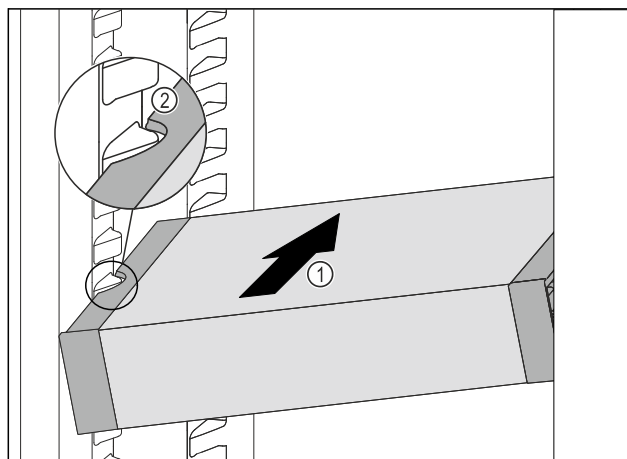

Fig. 102
- ▶ Inserire VarioSafe ad angolo nel vano frigorifero Fig. 102 (1), fino a quando le cavità laterali Fig. 102 (2) di VarioSafe non si trovano al livello della nervatura del contenitore nel vano frigorifero.